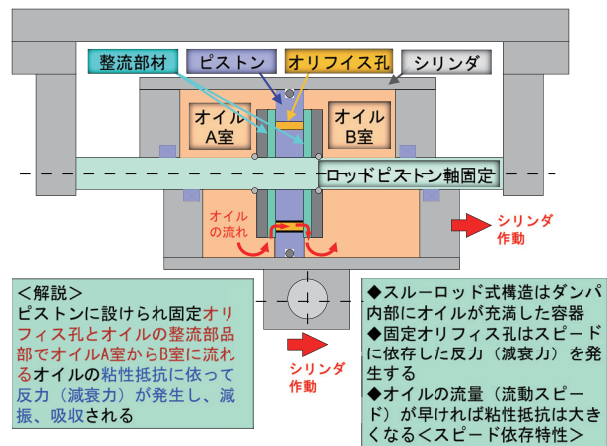

図6 減衰力発生仕組みとダンパ構造<スルーロッド式>
- ・ダンパは柱から伝達された動きを、内部のオイル流路より、オイル粘性による抵抗力（減衰力）で減衰させる（図6）。
オイル粘性の特性により、小さな揺れから大きな揺れまで高いレスポンスで最適な性能を発揮する。また、繰り返しや継続的な地震振動にも常に安定した性能で有効に作用する構造となっている。さらにスルーロッド式ダンパ構造（図6）を採用したことにより左右同一特性を確保し、減衰発生部のオリフィス孔と整流部品を採用したことで、高減衰力でのキャビテーションの発生も低減させた。これらによって高い制振性能を実現した。